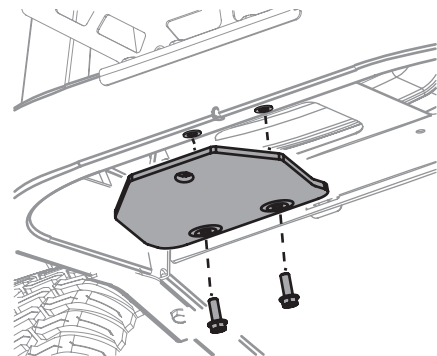

Figure 2
1. Repérez la plaque d'attelage et installez-la à l'arrière du châssis avec les deux boulons fournis (Figure 2).